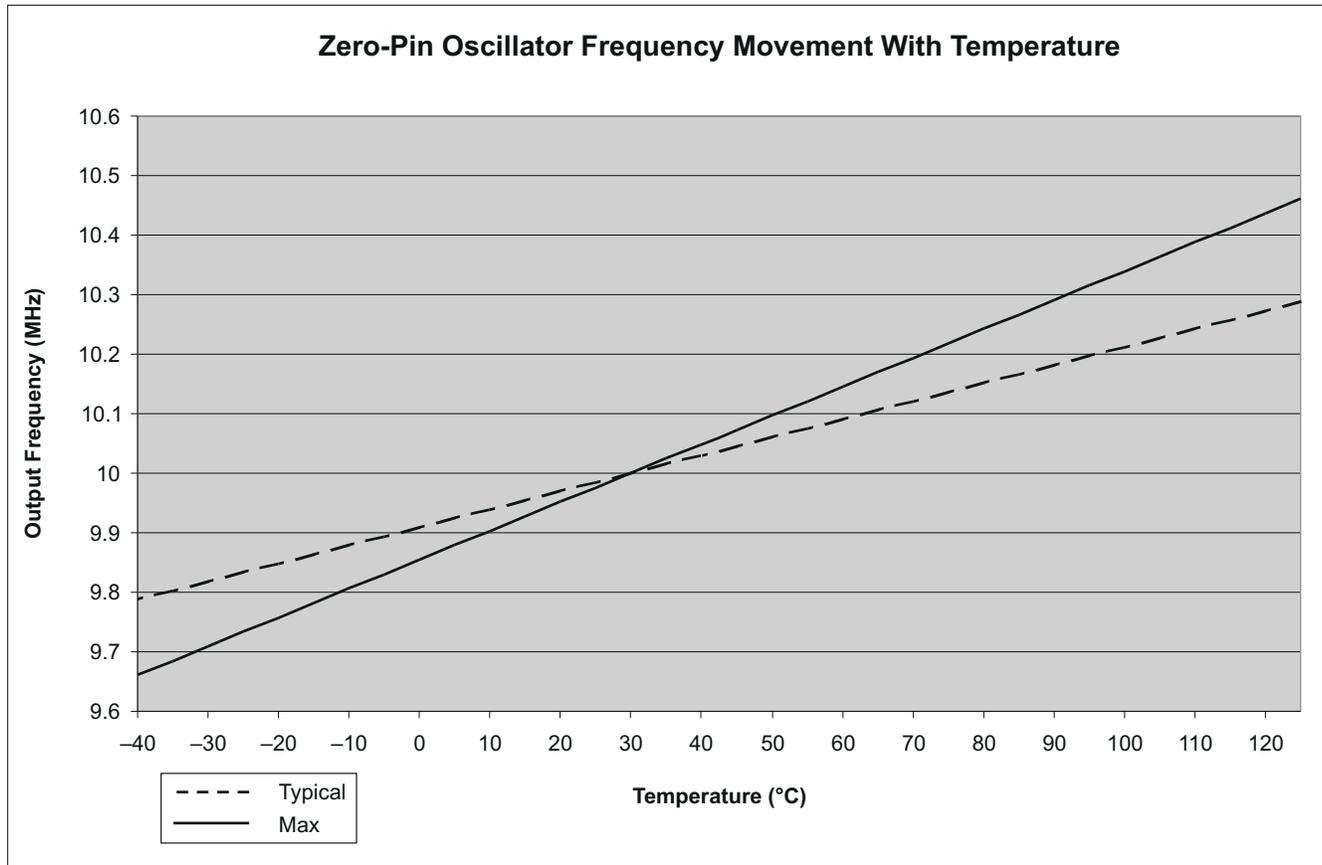

图 7-9. 随温度变化而变化的零引脚振荡器频率
- (1) 振荡器频率将随温度变化, 请参阅图 7-9。要补偿振荡器温度漂移, 请参阅 振荡器补偿指南 和 C2000Ware。
(2) 只有当 VREG 被启用时, 才能确保频率范围, VREGENZ=V_{SS}。
(3) 内部振荡器的输出频率由温度梯度和电压 (V_{DD}) 梯度确定。例如: